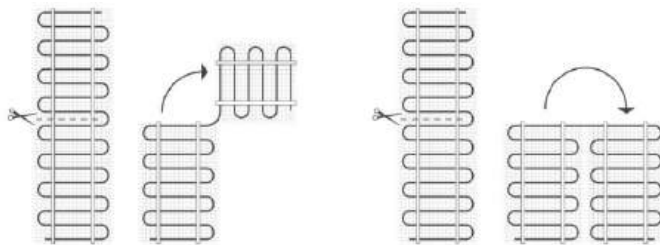

Рис. 2
4. При необходимости монтажа в помещении с полом сложной конфигурации, допускается разрез или снятие части сетки-основания (**не кабеля!**). Дальнейшая фиксация нагревательного мата производится посредством специальной монтажной ленты для системы теплых полов. Шаг крепления лентой рекомендуется делать около 10 см (Рис. 2).